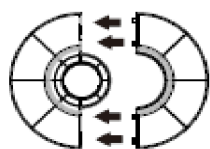

FIG. 1
2. accrocher les deux parties de la base ensemble (Fig. 1);